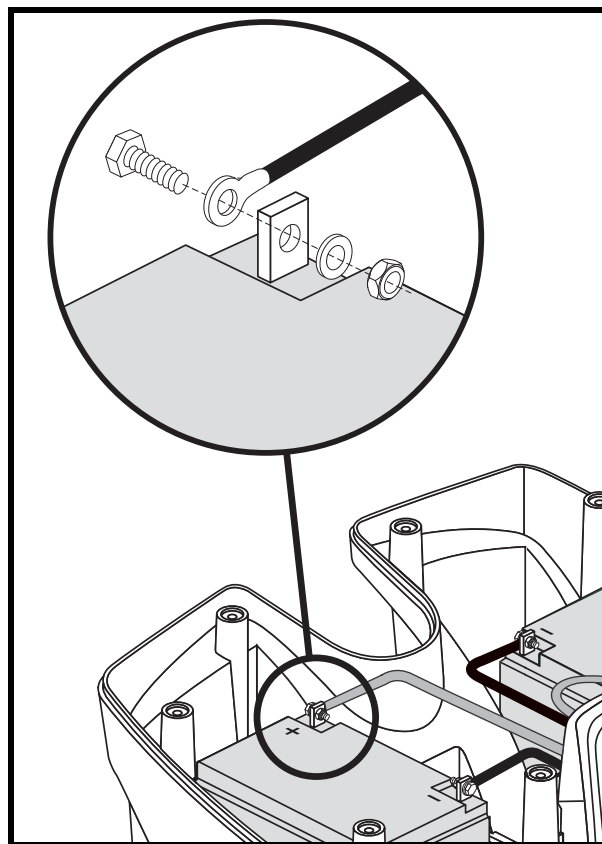

Figura 15. Scollegare il cavo batteria dalla scatola batteria 17-22 Ah
**NOTA:** Alcune batterie richiedono la rimozione di un dado e di un bullone per scollegare il cavo della batteria dal morsetto. Vedere figura 15.